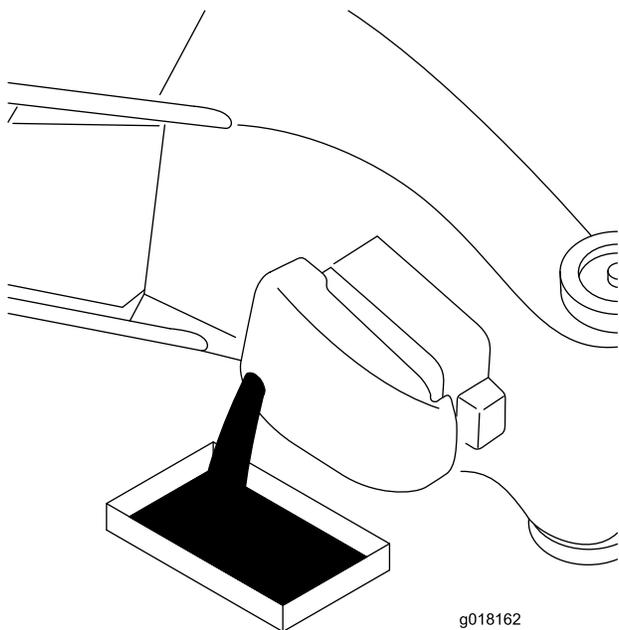

Figura 18
3. Ponga el cortacésped de lado (con el filtro de aire hacia arriba) para drenar el aceite usado a través del tubo de llenado de aceite (Figura 18).